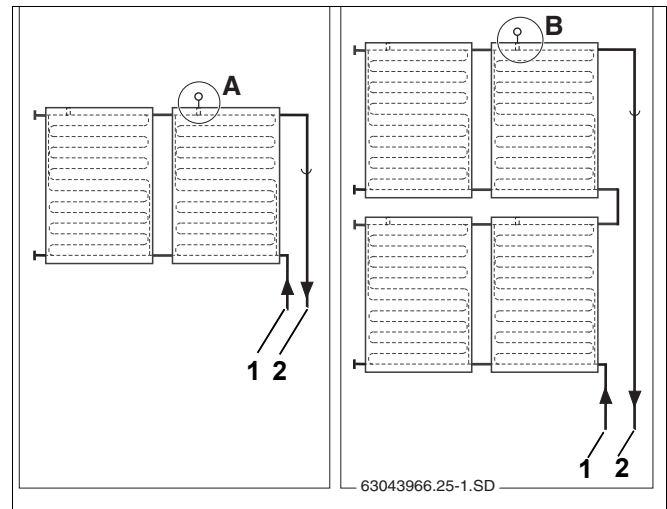

Рис. 50 Место установки датчика коллектора (схематическое изображение)
Обратите внимание на разные места установки при одно- и двухрядной коллекторной системе (рис. 50).
Датчик должен устанавливаться в коллектор, к которому подключена подающая линия (рис. 50, поз. 2).
- Место установки (рис. 50, поз. А) в однорядной системе коллекторов.
- Место установки (рис. 50, поз. В) в двухрядной системе коллекторов.